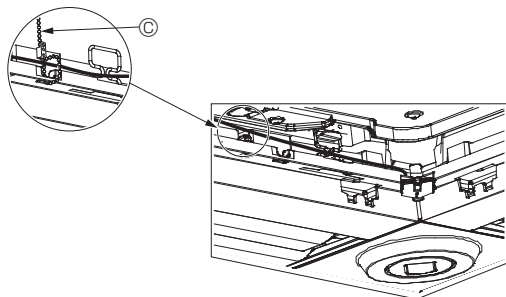

Fig. 10-12
- Säkra i-See-sensorns och signalmottagarens ledningar till panelen med fästen som visas på bilden så att ledningarna inte hänger löst och klipp sedan bort den överflödiga änden av fästena. (Fig. 10-12)
- Ändra funktionsinställningarna om i-See-sensorn flyttades från "o", position (E), till "□", position (F). (Se sidan 164)